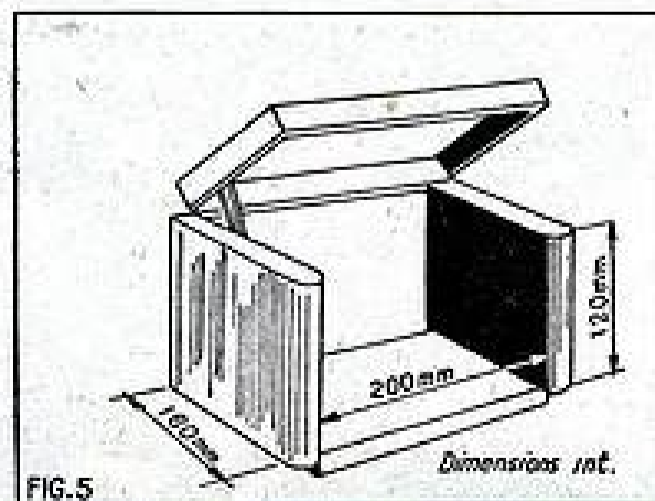

FIG. 5
Le récepteur complet entre dans un petit coffret de 200 mm de longueur, 160 mm de largeur, et 120 mm de hauteur. Le dessus de ce coffret a un couvercle, monté sur charnières (ce couvercle est destiné à l'évacuation parfaite de la chaleur, inévitablement produite par la résistance bobinée de tension du secteur et la lampe — comme cela est de règle avec les récepteurs tous courants). Cette disposition de l'ébénisterie ne nuit pas à l'excellente musicalité de notre récepteur — bien au contraire, il nous a semblé qu'elle l'améliorait très sensiblement (fig. 5).
Pour une question d'encombrement, et surtout pour une très bonne aération (car cette résistance chauffe), on la fixera verticalement sur la planchette de bois, avec une tige filetée de 3 mm, comme il a été fait pour le redresseur YV8. En outre, elle devra être assez éloignée des condensateurs électrolytiques (fig. 3). A l'entrée du récepteur, le secteur est shunté par un condensateur fixe au papier de 5.000 pF isolé à 1.500 V (U). Un interrupteur miniature unipolaire, type « Tumbler » 250 V/5 A (T) servira à la mise en marche et à l'arrêt du récepteur. Ce récepteur étant du type « tous courants » fonctionne aussi bien sur le secteur alternatif que continu. Nous rappelons qu'il est d'une musicalité, et surtout d'une pureté incomparables. Vu ses dimensions extrêmement réduites (fig. 5), il peut également constituer un intéressant récepteur de chevet. D'autre part sa réalisation est très simple et occasionne peu de frais, et il est extrêmement économique à l'usage, car il consomme très peu de courant... et de lampes.